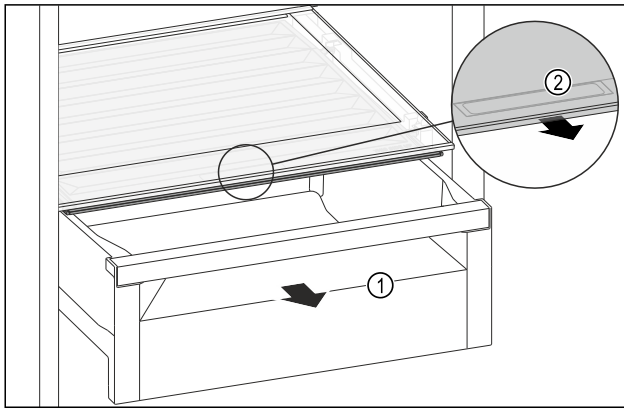

Fig. 108
- Schubfach Fig. 108 (1) herausziehen.
- Griffmulde Fig. 108 (2) am Fachdeckel anfassen und Fachdeckel gleichzeitig nach vorne ziehen.